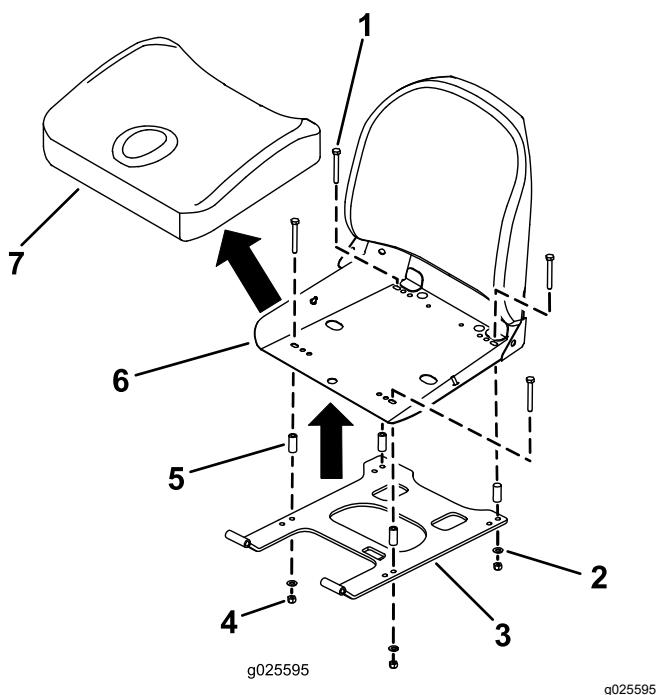

Bild 8
1. Montieren Sie den Sitz mit den vier Sechskantschrauben (5/16" x 2½"), vier Unterlegscheiben (5/16"), vier gezahnte Bundmutter (5/16") und den vier Distanzstücken (Bild 8) am neuen Sitzrahmen.